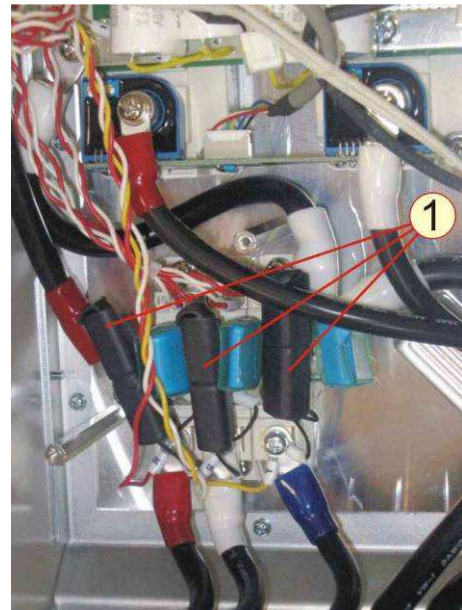

Рисунок 7.31
7.11.13 Установить RC- сборки горизонтально, подгибая их выводы (рисунок 7.31).